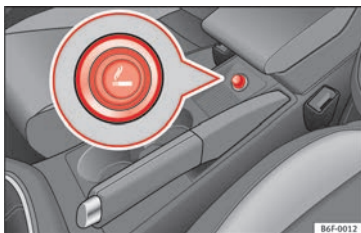

Bild 161 Cigarettändare.
- Tryck in cigarettändaren » **bild 161** för att aktivera den » **▲**.